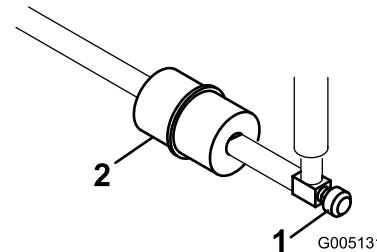

Bild 33
Der Kraftstofffilter befindet sich in der Kraftstoffleitung zwischen dem Tank und dem Vergaser (Bild 33).
1. Schließen Sie den Kraftstoffhahn (Bild 33).
2. Legen Sie eine Ablauwanne unter den Filter, lockern die Schlauchklemme an der Vergaserseite des Filters und ziehen die Kraftstoffleitung vom Filter ab (Bild 33).
3. Lösen Sie die andere Schlauchklemme und entfernen den Filter (Bild 33).